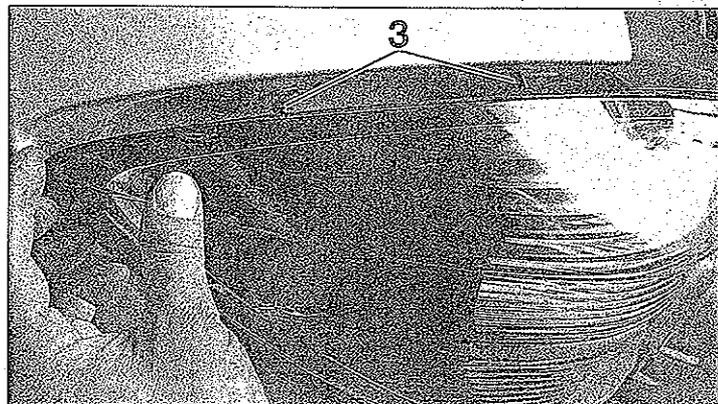

FIG. 13
• Desenchufar el conector (2).
Montar correctamente la luz en sus tetones de centrado (3) (fig. 13) y comprobar el buen funcionamiento de la iluminación trasera.